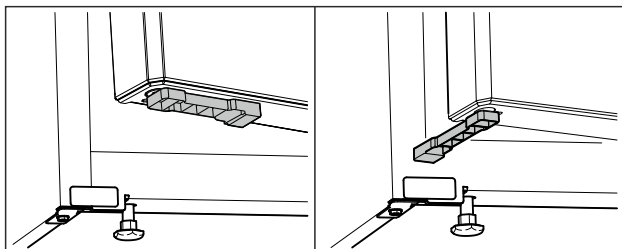

Fig. 69 *
- ▶ Okrenite držač razmaka vrata za 90°. (pogledajte Fig. 69) *